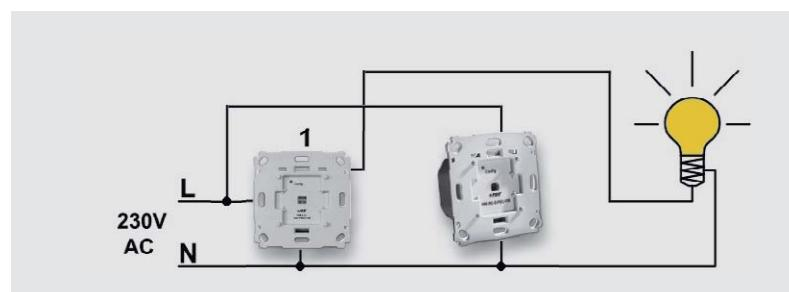

Bild 7: Wechselschaltung mit Homematic Funk-Schaltaktor für Markenschalter und Homematic Funk-Wandsender, 2fach, für Markenschalter, 230 V
Lösung 3: Der netzversorgte Wechselschalter (1) wird durch den Funk-Schaltaktor für Markenschalter, Unterputz (2) ersetzt. Phase „L“ und Neutralleiter „N“ müssen permanent am Funk-Schaltaktor vorhanden sein. Der andere Wechselschalter (2) wird gegen einen Homematic Funk-Wandsender, 2fach, für Markenschalter, 230 V (5) getauscht (Bild 7). Phase „L“ und Neutralleiter „N“ müssen permanent vorhanden sein. Eine der zuvor abgeklemmten korrespondierenden Leitungen wird fest am Schaltaktor sowie mit dem anderen Ende am Lampendraht angeschlossen (Farbgleichheit beachten!). Die andere korrespondierende Leitung wird isoliert „totgelegt“.